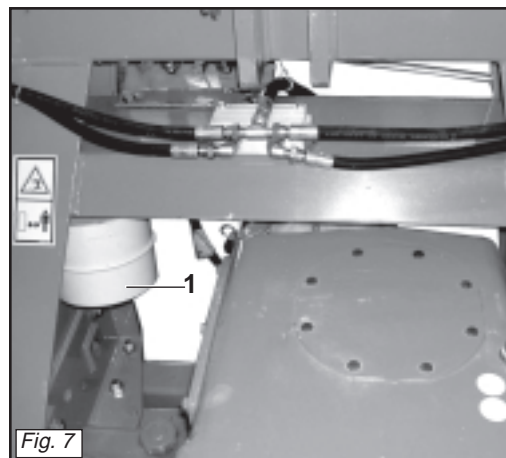
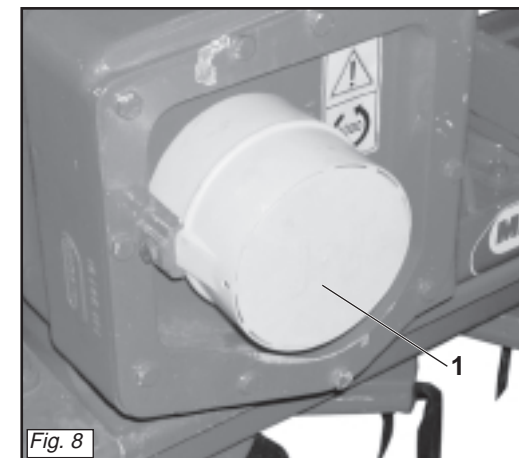

Fig. 7
Fig. 8
- Montare la protezione sulla presa di forza posteriore togliendola dalla posizione (1 Fig. 7), metterla nella posizione (1 Fig. 8).
- *Mount the shield on the rear PTO, removing it from position (1 Fig. 7) and fitting it in position (1 Fig. 8).*
- Den Schutz auf der Heckzapfwelle montieren, indem man es aus der Position (1 Abb. 7) entfernt und in die Position (1 Abb. 8) bringt.
- *Monter la protection sur la prise de force arrière en l'enlevant de la position (1 Fig. 7), la mettre dans la position (1 Fig. 8).*
- Montar la protección en la toma de fuerza trasera quitándola de la posición (1 Fig. 7) y posicionándola en (1 Fig. 8).